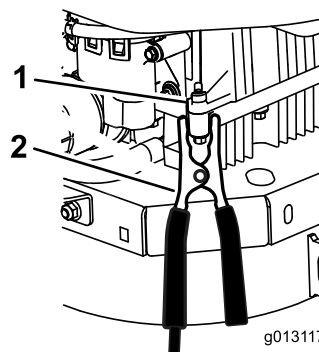

Figura 60
6. Eseguite il collegamento finale al blocco motore del veicolo bloccato (NON al polo negativo della batteria) **lontano dalla batteria e spostate indietro** (Figura 60).